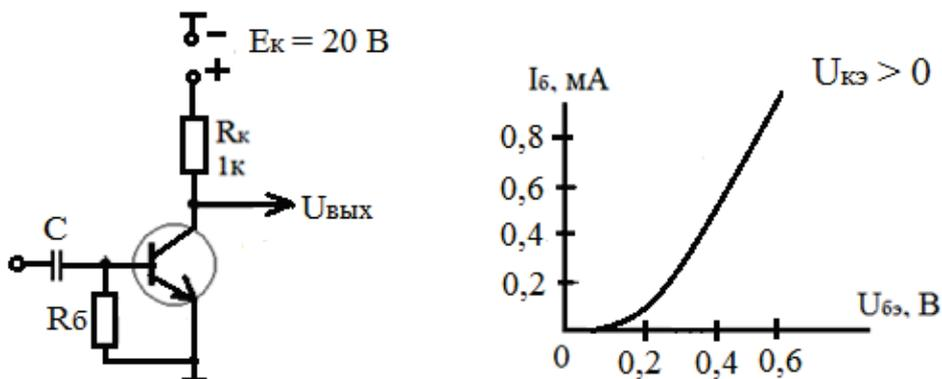

Рис. 2.10
10. Определить полярность и амплитуду $U_{\text{вх}}$ (сигнал импульсный), при которых $U_{\text{вых}} \approx 20 \text{ В}$; $\beta=20$ (рис. 2.10).